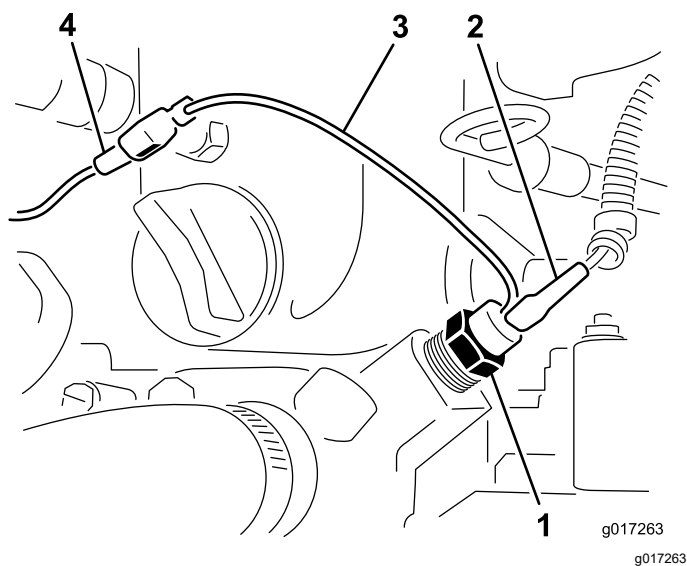

図 27
13. 付属品のデュアル温度スイッチのねじ山部分にテフロンテープを巻き、右側のスイッチが取り付けられていた場所に 図 27 のように取り付ける。